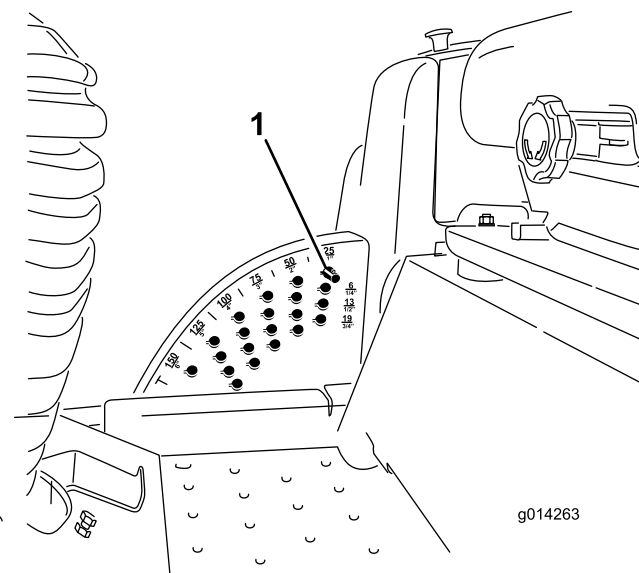

図 21
1. エンジンが回転している状態で、カッティングユニット昇降スイッチの後側を押し、ユニットが完全に上昇したら 直ちにスイッチから手を離す 図 21。
2. 刈高ピンを回して刈高設定穴のスロットとが整列したところでピンを抜き取る 図 21。
3. 刈高ブラケットについている穴から、希望する刈高に対応する穴を見つけ、その穴にピンを通し、ピンを回してロックする (図 21)。
注 穴は全部で4列あります 図 21。外周側の列は、外周部に刻印されている通りの刈高の穴です。2 列目の穴は、それぞれ 1 列目プラス 6 mm の刈り高となります。3 列目の穴は、それぞれ 1 列目プラス 12 mm の刈り高となります。一番下の列の穴は、それぞれ 3 列目プラス 18 mm の刈り高となります。刈高 158 mm だけは例外で、2 列目のはずれにあります。この穴にセットすると 刈高 158 mm となります 6 mm アップにはなりません。